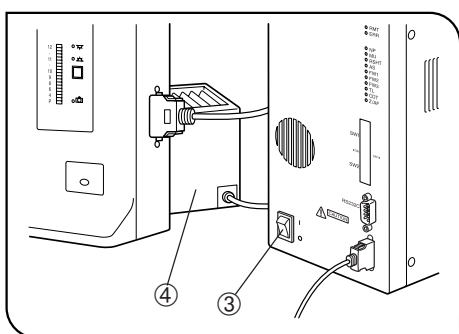

Abb. 2
5. Beim Drücken der Absenktaste des Tisches ① darauf achten, dass die Hand nicht zwischen der Unterseite ② des Kondensors und dem Sockel eingeklemmt wird.
8. Zur Vermeidung von elektrischen Schlägen oder Verbrennungen beim Auswechseln der Glühlampe zunächst den Hauptschalter ③ ausschalten („O“) und anschließend das Netzkabel aus der Wandsteckdose ziehen. Wenn die Lampe während oder kurz nach Gebrauch des Gerätes ausgewechselt wird, das Lampenhaus ④ und die Glühlampe vor dem Berühren auskühlen lassen. (Abb. 2)